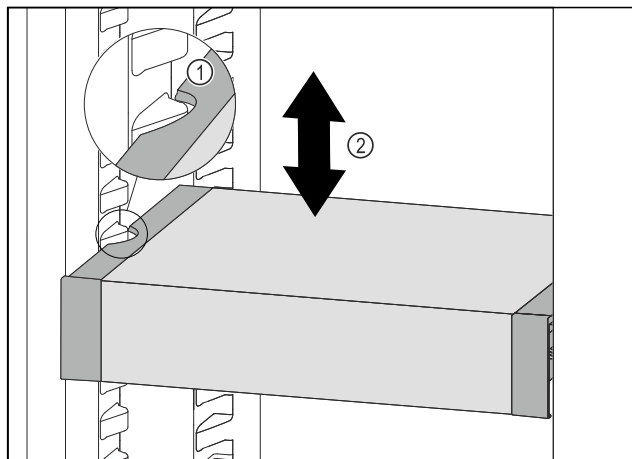

Fig. 116
- ▶ Tõmmake VarioSafe'i ettepoole, kuni VarioSafe'i külgmised väljalõiked asuvad jahutusosas anumaribi kõrgusel. Fig. 116 (1)
- ▶ Liigutage VarioSafe'i jahutusosas ülespoole või allapoole, kuni on saavutatud soovitud kõrgus. Fig. 116 (2)